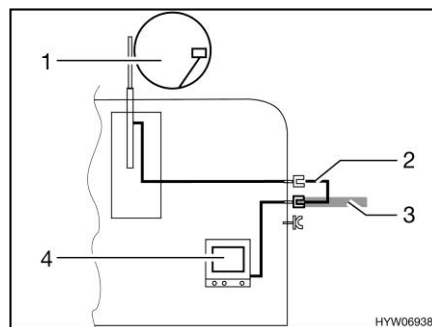

Fig. 209 TV dans le véhicule
- TV dans le véhicule (Fig. 209,4) : Raccord à l'antenne sur le toit (Fig. 209,1) avec câble d'alimentation (Fig. 209,2)
- TV dans le véhicule (Fig. 209,4) : Raccord à l'antenne extérieure (Fig. 209,3)